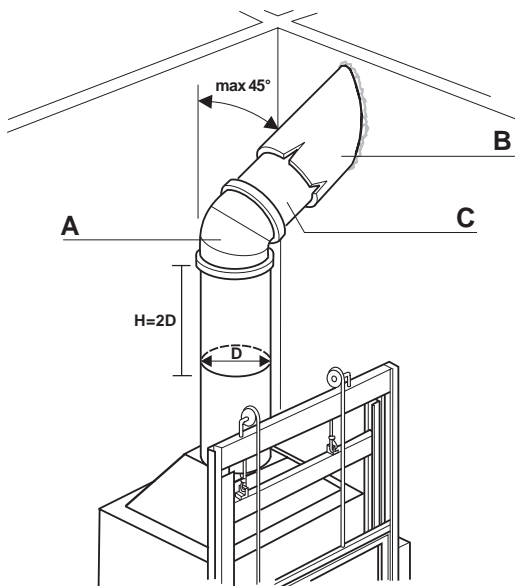

Fig. 5.3.6
5.3.6 Collegamento alla canna fumaria (Fig 5.3.6)
Le dimensioni della canna fumaria devono corrispondere a quanto indicato nelle norme UNI di riferimento. Si consiglia di eseguire il raccordo per l'uscita fumi, tra il caminetto e la canna fumaria, mediante curve e tubi metallici di spessore adeguato, avendo l'attenzione di non superare l'inclinazione di 45° , qualora la canna fumaria non si trovi perpendicolare al caminetto. A raccordo eseguito è opportuno isolare i tubi metallici dell'uscita fumi con lana di roccia ricoperta da foglio di alluminio esterno o altro materiale adatto allo scopo (vedi Fig. 5.3.6: **A**-curva, **B**-coibentazione fibra ceramica lana di roccia, **C**-tronchetto).
5.3.6 Connection to the flue pipe (Fig. 5.3.6)
5.3.6 Anschluss an den Rauchfang (Abb. 5.3.6)
Die Abmessungen des Rauchfangs müssen den Angaben der Tabelle den Forderungen der entsprechenden DIN-Normen genügen. Es ist ratsam, den Anschluss des Rauchaustritts zwischen Kaminofen und Rauchfang mit Metallrohren und -kurven mit geeigneter Stärke anzulegen, darauf achten, dass der Neigungswinkel von 45° nicht überschritten wird, falls der Rauchfang nicht senkrecht zum Kamin verläuft. Nach dem Anschluss die flexiblen Metallrohre des Rauchausgangs mit Steinwolle isolieren und außen eventuell mit Aluminium oder einem anderen, geeigneten Material abdecken (siehe Abb. 5.3.6: **A**-Kurve, **B**-Wärmedämmung Keramikfaser, Steinwolle, **C**-Stützen).